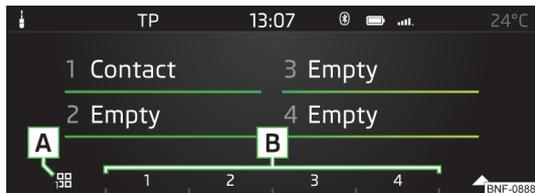

Fig. 115
- Presionar varias veces la tecla de función **A** » fig. 115 para seleccionar el grupo deseado.
- Para iniciar la **conexión**, presionar la tecla de función del contacto **B** » fig. 115 deseado.